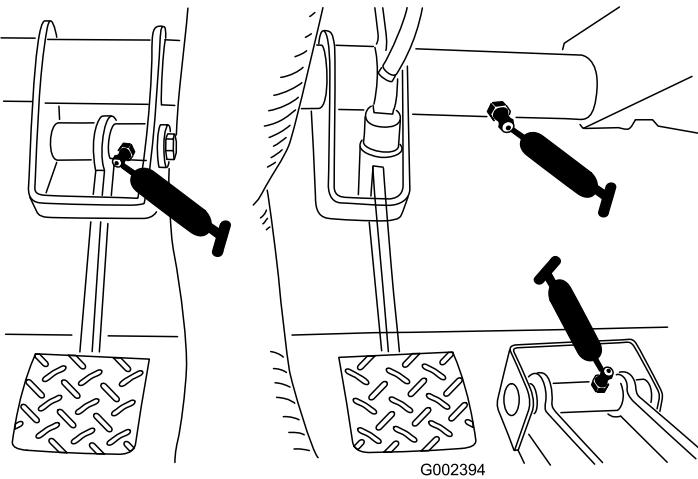

Figura 42
- Embraiagem (1), acelerador (1) e travão (1) como se mostra na Figura 42